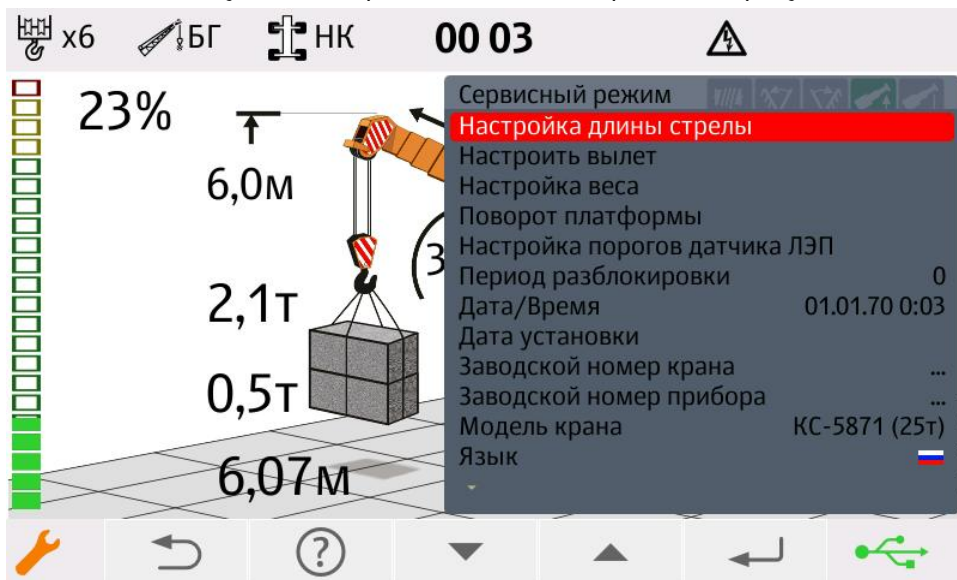

Рисунок 9 — Изображение сервисного режима
- 5 нажать кнопку [5] для перехода в меню настройки (см. рисунок 9).